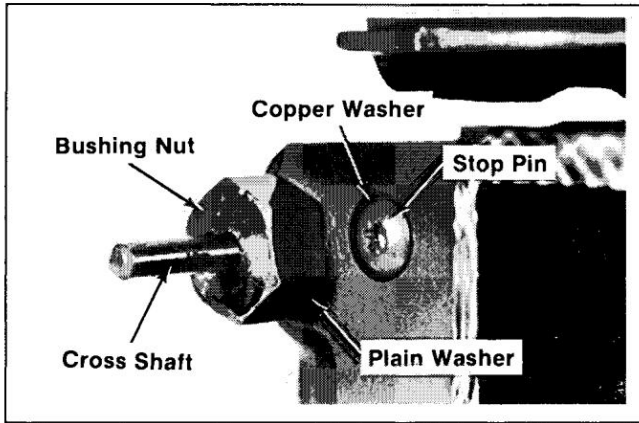

Figure 12-2. Installation de l'arbre transversal et de la goupille d'arrêt.
3. Installez la rondelle de butée, l'engrenage du régulateur, la rondelle en cuivre et la goupille d'arrêt. Reportez-vous aux figures 12-2 et 12-3.